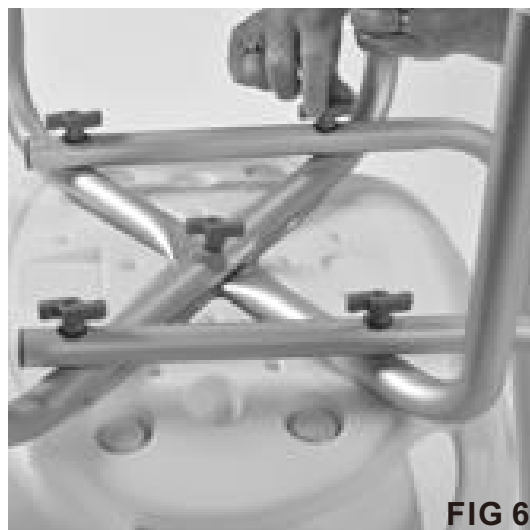

FIG 6
- Repetați procesul de fixare a barei de sprijin pentru spătar și a suportului pentru picioare în formă de U la partea inferioară a scaunului - cu a doua bară de sprijin pentru spătar. (Consultați FIG. 6).